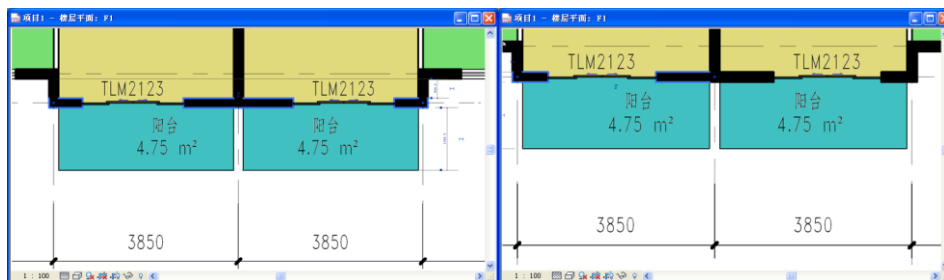

图 4-5
- 3) 选择 A 轴上 2-5 轴之间的墙体，光标按住右侧蓝色夹点向右拖拽超过 5 轴一段后放开鼠标，皆可将两面墙体合并（如图 4-5 所示）。